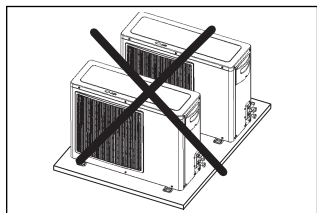

FIG. 3 - EVITAR INSTALAÇÃO EM SEQUÊNCIA
- Jamais instalar as unidades condensadoras uma na frente da outra (Fig. 3).